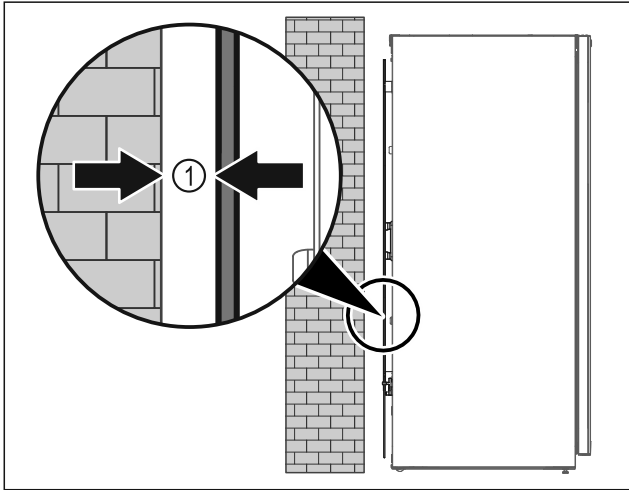

Fig. 4
- ▶ Поставити пристрій в приміщенні окремо або безпосередньо до стіни на відстані 5 мм Fig. 4 (1).